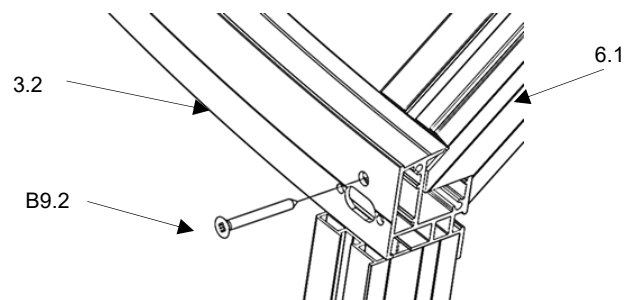

Abb.23
- die inneren Randsprossen (Dach links/rechts) (6.1) werden mit Senkblechschrauben (B9.2) am Traufprofil (3.2) montiert. (Abb.23/24)